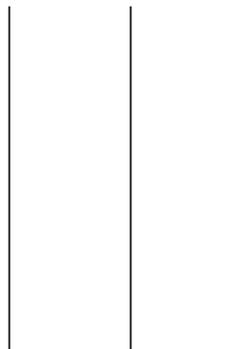

Рисунок 4.18
**Задание 1.** Создайте три вертикальных вала  (рисунок 4.18)